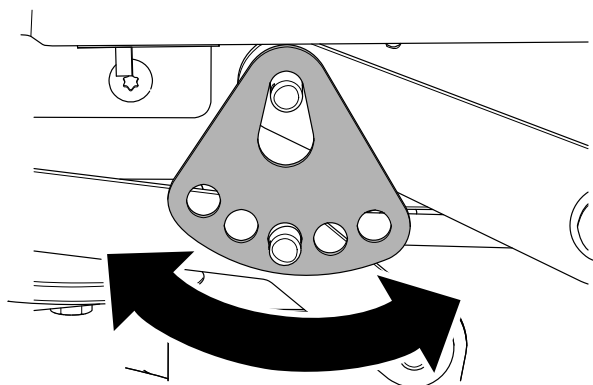

Figure 64
7. Tournez la plaque de hauteur de coupe à un trou différent pour que le poids du tablier de coupe soit soutenu après l'installation de la plaque (Figure 64).
8. Installez la rondelle et la goupille fendue (Figure 64).